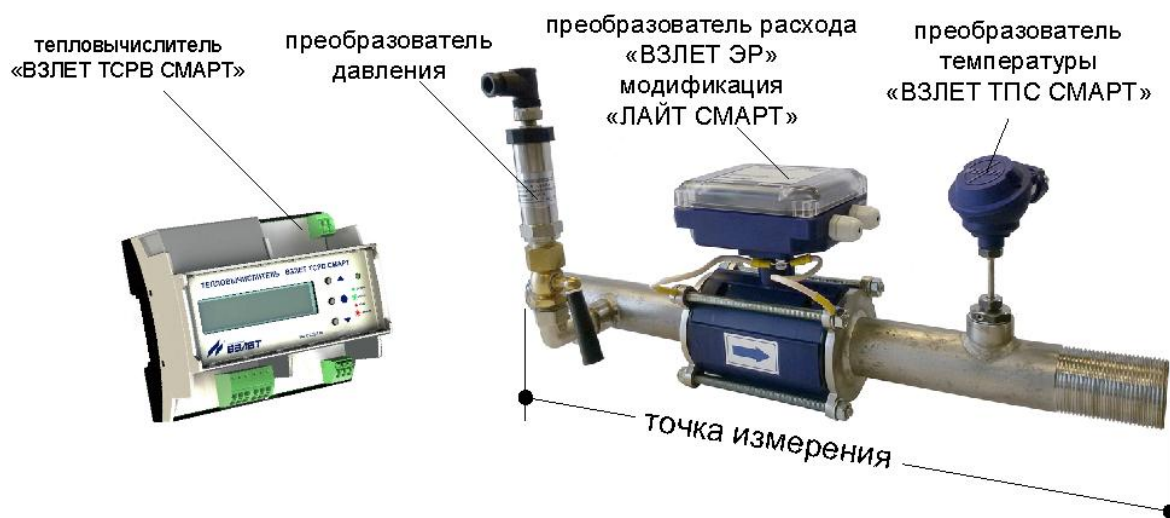

Рис.1. Составные части теплосчетчика-регистратора «ВЗЛЕТ ТСР СМАРТ».
Общий вид составных частей теплосчетчика-регистратора «ВЗЛЕТ ТСР СМАРТ» показан на рис.1.
1.1.4. Комплект датчиков (ПР, ПТ, ПД) из состава теплосчетчика регистратора «ВЗЛЕТ ТСР СМАРТ» монтируется в заводских условиях на участок трубопровода, образуя «точку измерения» (рис.1), которая поставляется заказчику. Набор датчиков (некоторые могут отсутствовать) для «точки измерения», последовательность установки, диаметр участка трубопровода – в соответствии с заказом. На свободных концах участка трубопровода нарезается трубная резьба, что обеспечивает быстрый монтаж теплосчетчика на объекте.